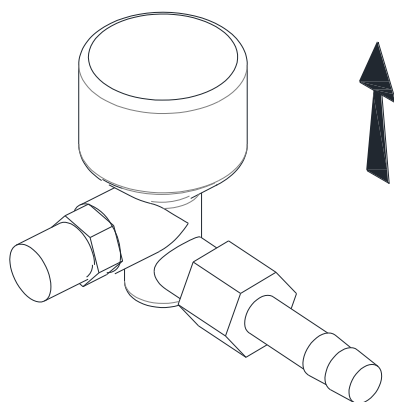

Fig 10– Sensore antiribaltamento
- Assicuratevi che la manopola sia posta in posizione "OFF" (tutta in senso orario) (Fig 10).